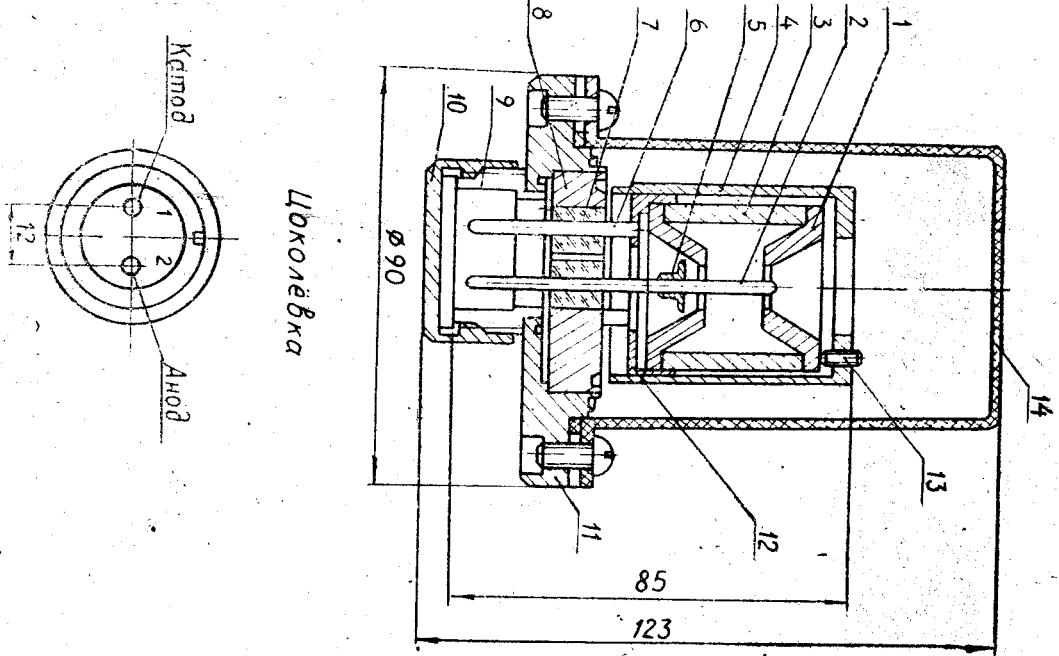

Рис. 1
5.2. Электродная система преобразователя монтируется на фланце 8 (рис. 1), имеющем четыре изолятора 7, изготовленных методом напряженного вакуумного спая нержавеющей стали и непрозрачного стекла С85-2.
Для разборки преобразователя снимите держатель 4 (рис. 1). Для этого нужно отверткой, изготовленной из немагнитного материала, ослабить винты 13 и повернуть держатель, чтобы его выстуки впали в пазы чашки. Снимите катод. Разборка катода производится с помощью отвертки. Отвертка вставляется в отверстие од-